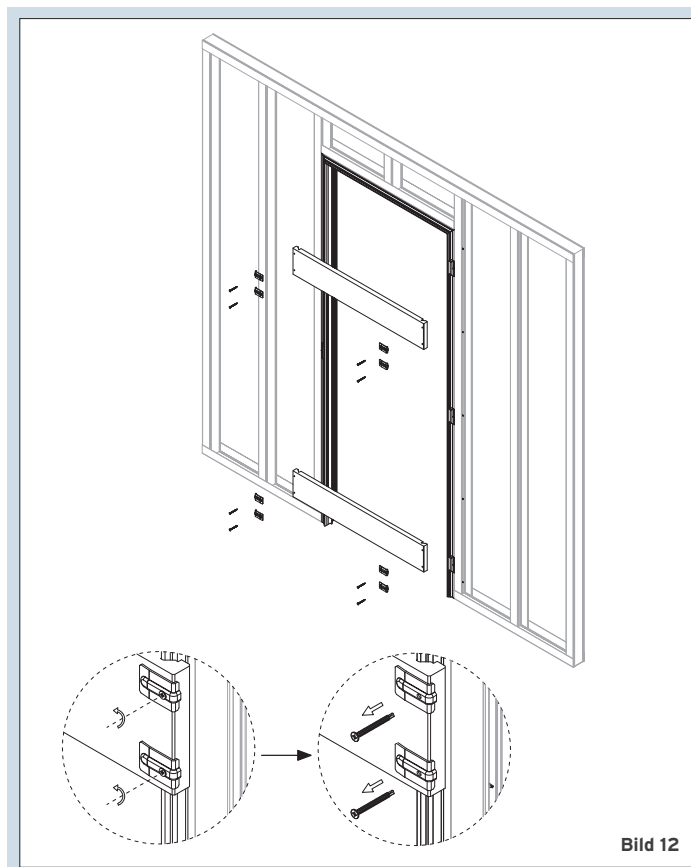

Bild 12
3. Den Aussteifer erst nach kompletter Verankerung entfernen (Bild 12).